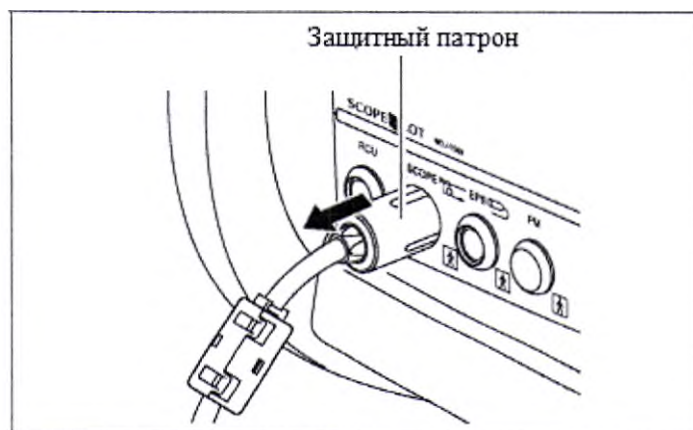

Рисунок 6.2
4. Снимите с разъема SCOPE на передней панели УУН защитный патрон и отсоедините кабель УУН (см. рисунок 6.2).